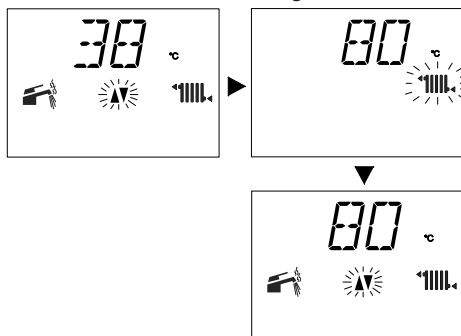

Fig. 2.9
- con regolazione temperatura mandata riscaldamento massima Fig. 2.9.